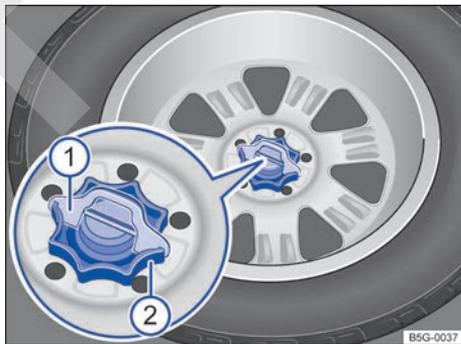

Fig. 203 En el maletero: ruedecilla para fijar la rueda de repuesto.
- Extraiga la cuña del seguro antigiro → fig. 203 ① hacia arriba.
- Desenrosque por completo la ruedecilla central que sujeta la rueda de repuesto ②, en el sentido contrario al de las agujas del reloj, y extraiga la rueda.